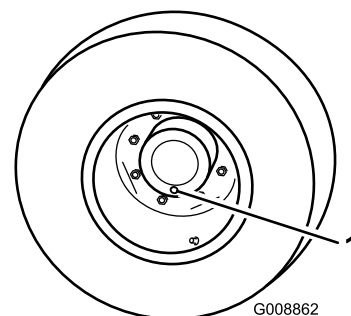

Bild 92
1. Stellen Sie die Maschine auf einer ebenen Fläche ab und positionieren Sie das Rad so, dass sich eine der Prüfschrauben in der untersten Stellung (6 Uhr) befindet (Bild 92).